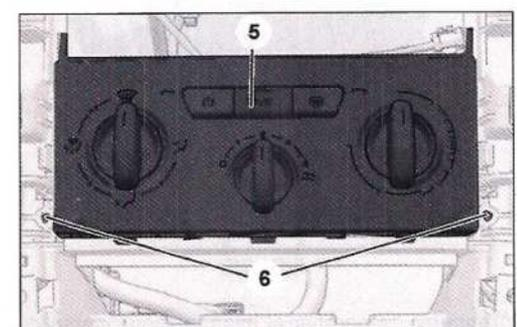

FIG. 7
- Desmontar los tornillos de fijación (6) del panel de climatización (5) (Fig.7).